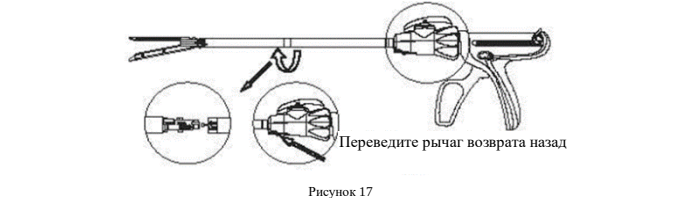

Рисунок 17
8. При замене компонента убедитесь, что ручка сброса сдвинута до конца. Отщипните кнопку «Выгрузка» (Unload). Переведите рычаг возврата вперед к рукоятке одной рукой, удерживайте пустую кассету другой рукой и поверните ее по часовой стрелке так, чтобы вытащить. Извлеките новый компонент из стерильной упаковки и снимите фиксирующий колпачок. Затем выполните действия 2–7 (см. рисунок 17).